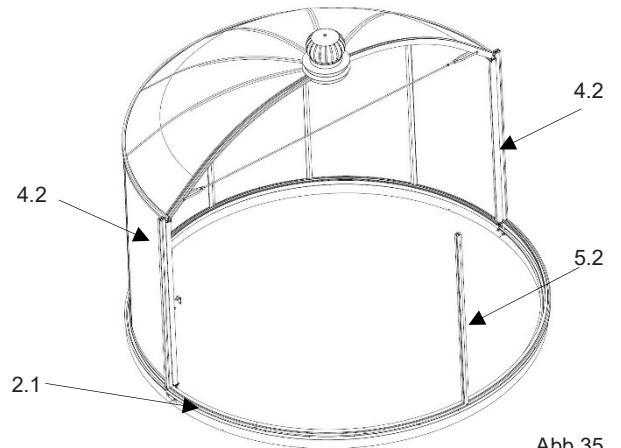

Abb.35
- Randsprossen (**4.2**) sowie eine Mittelsprosse (**5.2**) als stützende Funktion in der äußeren Mitte am Laufrollenprofil (**2.1**) montieren. (Abb.35)